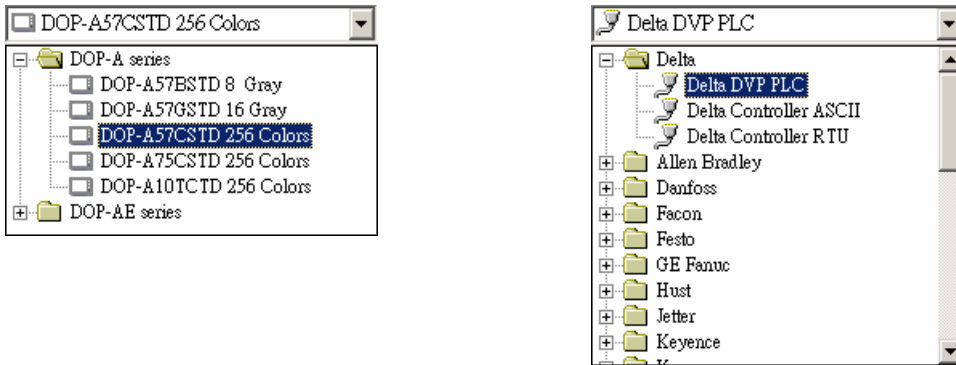

Рис. 2.3.6 Выбор модели HMI и модели контроллера
3. Ведите имя прикладной программы (Application Name), имя первого экрана прикладной программы (Screen Name), номер первого экрана прикладной программы (Screen ID), выберите модель вашей панели (HMI), модель контроллера (Base Port Controller) (Рис. 2.3.6) и модель принтера (Printer). Затем нажмите кнопку **OK**.